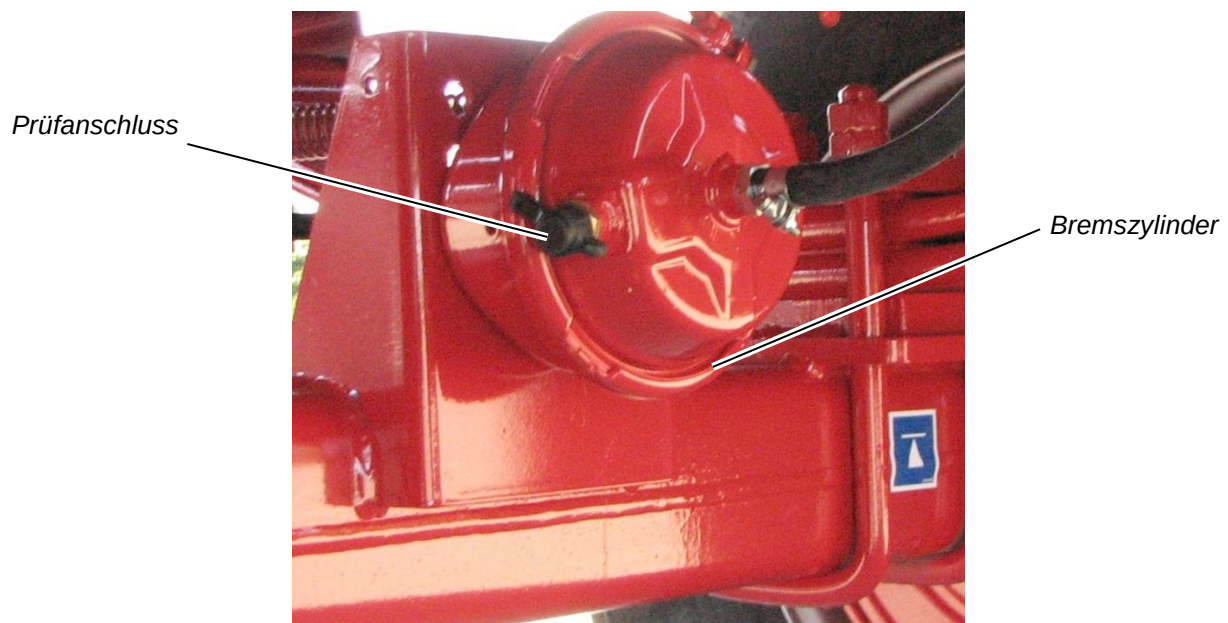

Abbildung 46: Prüfanschluss für Bremszylinderdruck
- ⇒ Ziehen Sie die Schutzkappe vom Prüfanschluss ab (siehe Abbildung 46).